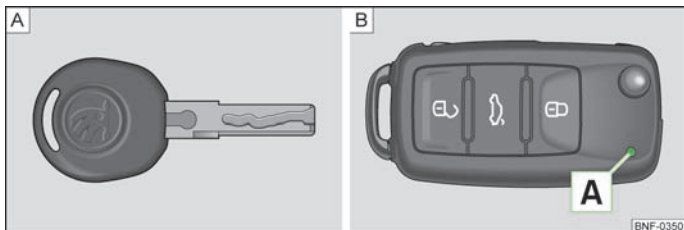
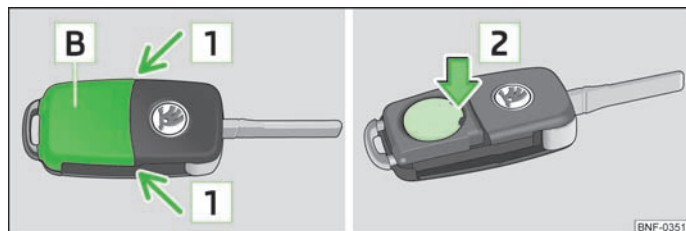

Fig. 7 Chave sem controlo remoto / chave com controlo remoto (chave com controlo remoto via sinal de rádio)
Fig. 8 Chave com controlo remoto - retirar a tampa/retirar a pilha
O veículo é entregue com duas chaves. Consoante o equipamento, o seu veículo poderá estar equipado com chaves sem controlo remoto via rádio » Fig. 7 - [A] ou com controlo remoto via rádio » Fig. 7 - [B].
Cada chave com controlo remoto contém uma pilha, colocada sob a tampa [B] » Fig. 8. Se a pilha estiver descarregada, a luz de controlo vermelha [A] não pisca ao premir um botão da chave com controlo remoto » Fig. 7. Recomendamos que a pilha da chave seja substituída por um concessionário ŠKODA. Se, no entanto, pretender substituir pessoalmente a pilha descarregada, proceda do seguinte modo.
- Pressione a tampa da pilha com o polegar ou com uma chave de fendas na zona indicada pelas setas [1] » Fig. 8.